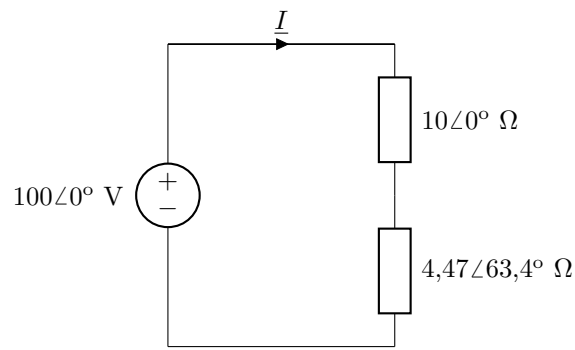

Figura 4.4: Circuito del problema 32.
32. Determina  $\underline{Z}_{\text{eq}}$  e  $\underline{I}$  en el circuito de la figura 4.4.